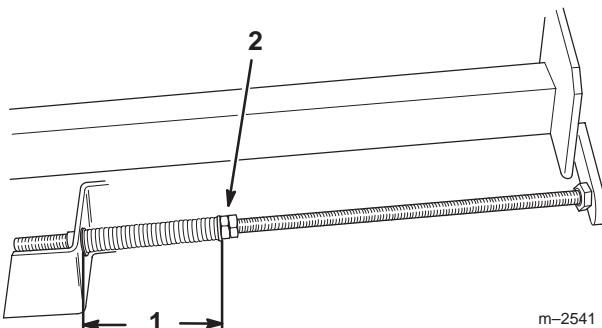

Bild 50
1. Riemenführung (2)
6. Ziehen Sie die Klemmmuttern an den Einstellstangen so weit fest, dass die Federn auf 12,7 cm eingedrückt sind (Bild 50).